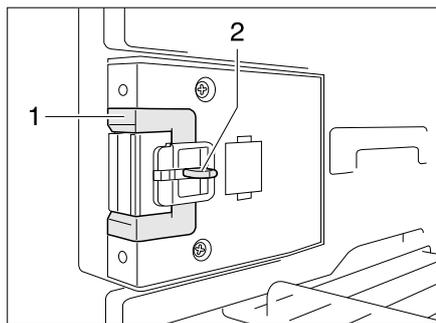
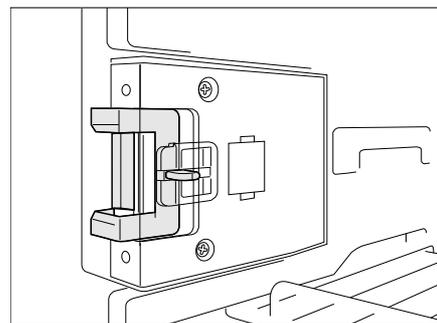

Bild 220 Verschlusseinrichtung in Normalstellung
Bild 221 Verschlusseinrichtung in Lüftungsstellung
■ Die Entriegelung (Bild 220,2) eindrücken.
■ Die Verschlusseinrichtung (Bild 220,1) nach vorn schieben (Bild 221).